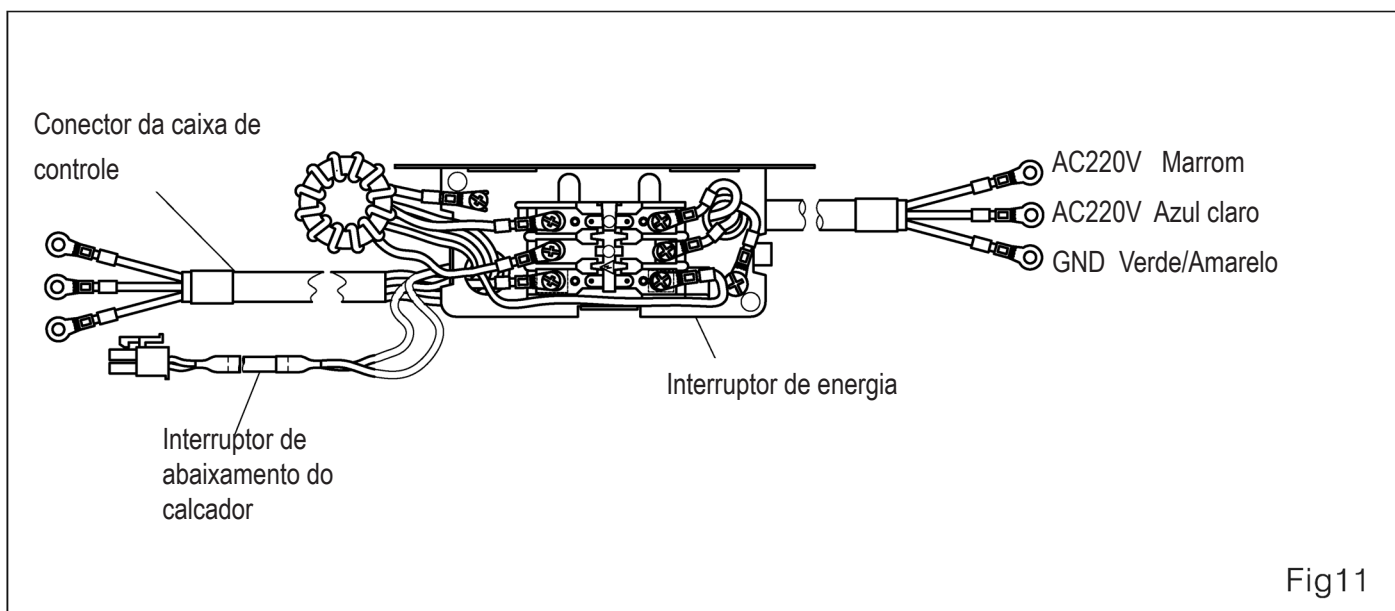

Fig11
* O encaixe ③ fixa 5 coisas que incluem a operação fixa do cabo do painel.
- (2) Conecte o fio (Fig.11)